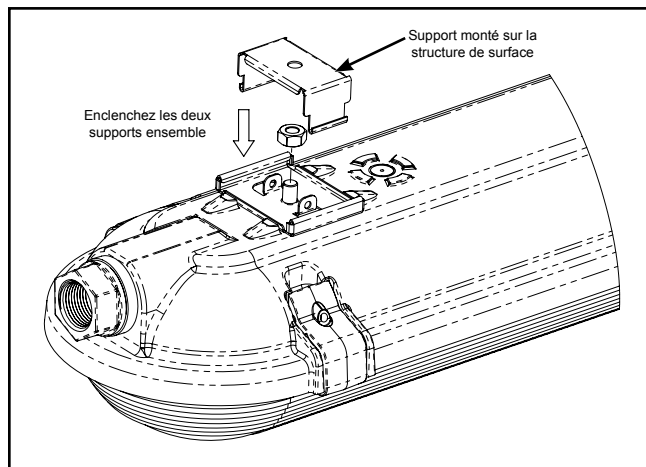

Figure 3.
Montage en surface avec module : Option vendue séparément. Ce montage en surface avec module comprend deux (2) composants : un support de luminaire et un support de montage en surface. Fixez le support de luminaire sur chaque montant situé derrière le luminaire en utilisant les écrous hexagonaux fournis. Mesurez la distance entre les deux (2) montants et espacez les supports de surface de part et d'autre de la surface de montage en utilisant les pièces de fixation appropriées. Le support du luminaire peut être enclenché sur le support de montage en surface afin d'y suspendre le luminaire. (Figure 3).